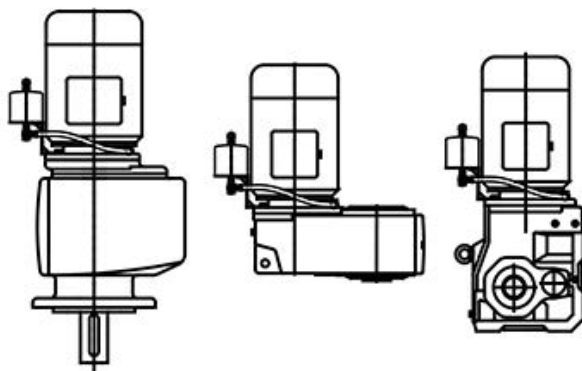

Bild 18: Oljeexpansionskärlets position
Oljeexpansionskärlet måste monteras lodrätt med slanganslutningen nedåt och avluftningsskruven uppåt. Kärlet ska monteras så högt upp som möjligt, med hänsyn tagen till slangens längd. Förslag på oljeexpansionskärlets placering finns i Bild 18. Observera att det inte är möjligt att montera ett oljeexpansionskärlet i position 2 på utförandet M4.
2. Montera oljeexpansionskärlet så som visas på Bild 18. Rikta samtidigt in det parallellt till motoraxeln.